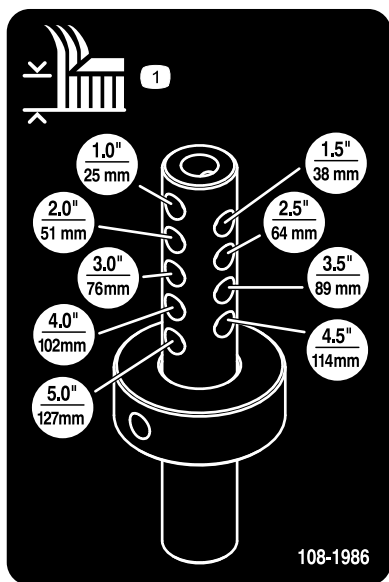

Bild 10
6. Fluchten Sie den Schnitthöhenstellring mit den gewünschten Schnitthöhenlöchern an der Schnitthöhenstange aus (Bild 10).